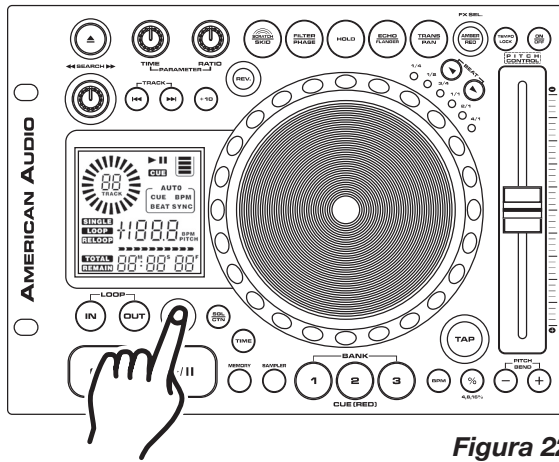

Figura 22
REPETICIÓN DE UN RULO – La función RELOOP (23) permite recuperar en cualquier momento el rulo guardado en la memoria. Las señales LED del BOTÓN IN (25) y DEL BOTÓN OUT (24) indicarán que existe algún rulo guardado en la memoria y que puede reproducirse en cualquier momento. Para repetir un rulo, presione el BOTÓN RELOOP (23). Las señales LED correspondientes al BOTÓN IN (25) y OUT (24) volverán a titilar para indicar que se ha activado el modo de rulo continuo SEAMLESS LOOP (Figura 22) y que el rulo que se había almacenado en la memoria comenzará a reproducirse de inmediato.
Nota: únicamente puede editarse el punto de finalización del rulo. El rulo puede acortarse o prolongarse. Antes de editar un rulo continuo primero se debe crear uno. Si todavía no lo hizo, siga las instrucciones del paso 10 para crearlo. Si ya existe un rulo continuo, presione el BOTÓN RELOOP (23) para activarlo (Figura 22), si es que aún no está activo. Para editar el punto de culminación de rulo: